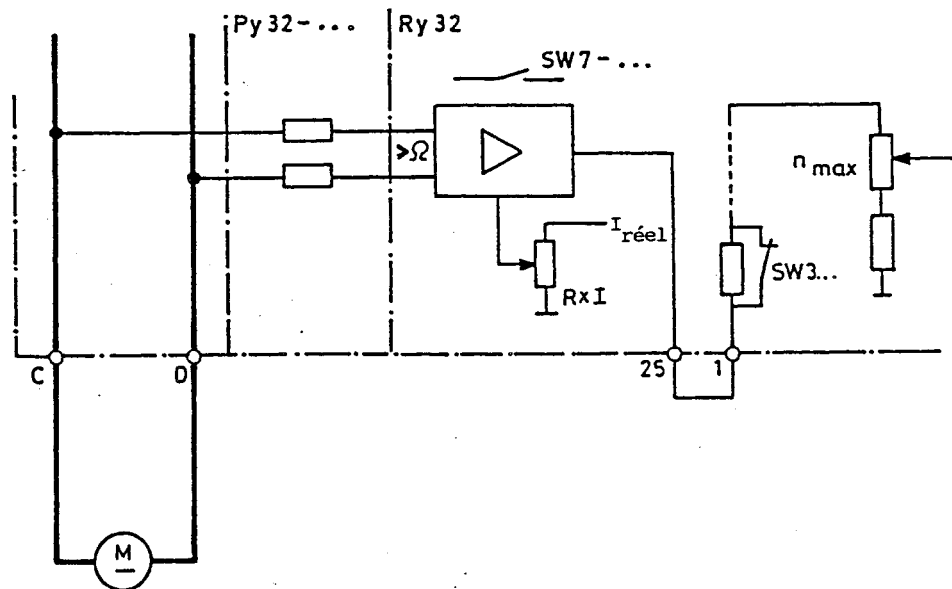

Figure 5.3.2.1
- Raccordement selon la figure 5.3.2.1